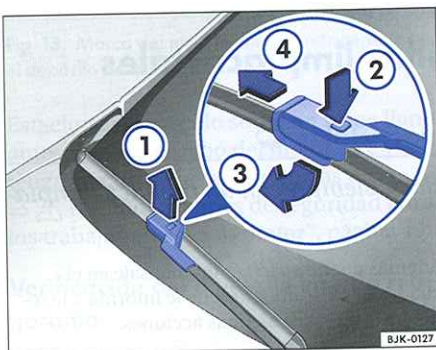

Fig. 16 Cambio de las escobillas limpiacristales
- Levantar el brazo del limpiacristales en el sentido que indica la flecha ⇒ fig. 16 ① del parabrisas y sujételo en esta posición. No toque para ello la escobilla y tenga cuidado de que el brazo del limpiacristales no toque con el capó del motor.
- Mantenga presionada la tecla de desbloqueo ②.
- Presione un poco la escobilla hacia abajo, en el sentido que indica la flecha ③ y, al mismo tiempo, retírela del brazo limpiacristales en el sentido que indica la flecha ④.
- Encaje una escobilla nueva, de la misma longitud y tipo, en el brazo del limpiacristales en el sentido contrario al de la flecha ④, hasta que se oiga como encastra.